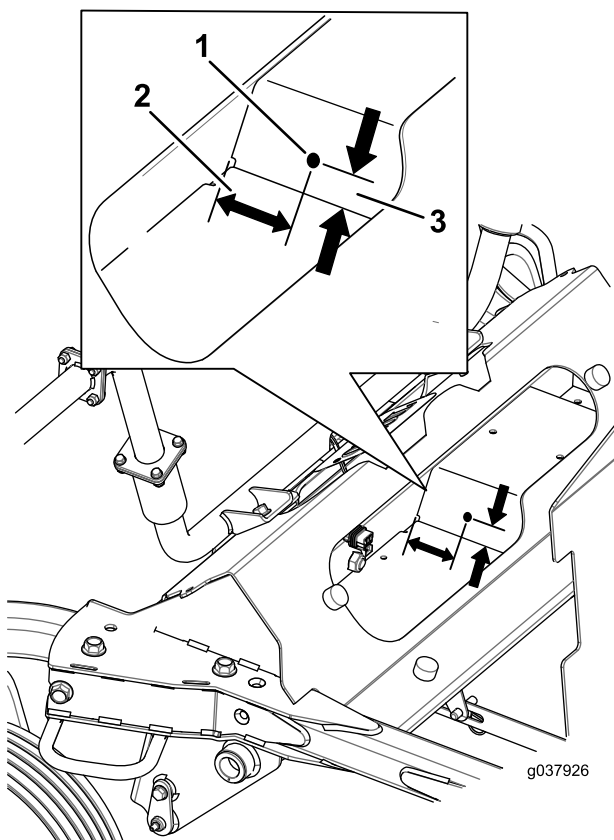

Figura 3
3. Perfore los taladros del claxon, según se muestra en Figura 3.